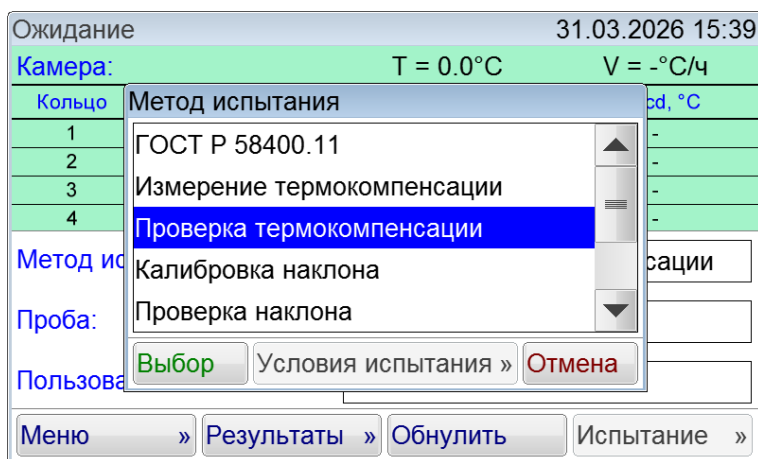

Рисунок 45 – Окно «Метод испытания»
- 4) Выбрать метод испытания «Проверка термокомпенсации» и нажать кнопку [Выбор] (см. рисунок 45).